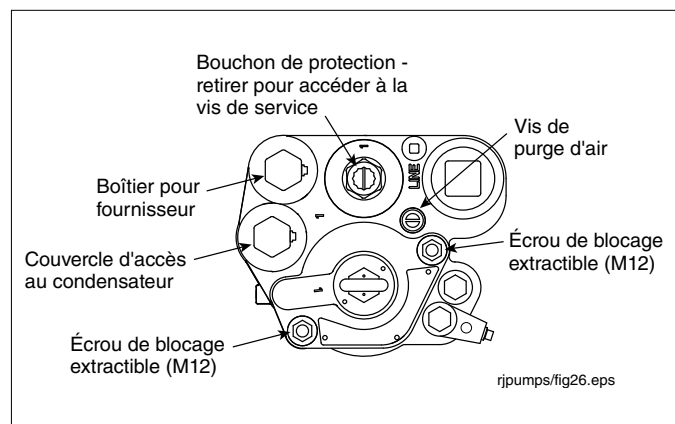

Figure 50. Écrous de blocage extractibles
2. Retirez les deux écrous de blocage extractibles (voir la Figure 50). Les ressorts sur les goujons de blocage entre la bride de la section extractible et le collecteur le repoussent vers le haut, rompant les joints.
20. Dévissez la vis de purge d'air de 2 à 3 tours (voir la Figure 50).